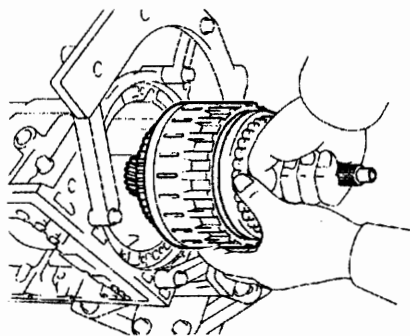

图 12-1-82
②如图 12-1-82 所示, 将输入轴分总成及直接挡和倒挡总成装到变速器壳上。
(31) 安装油泵总成。